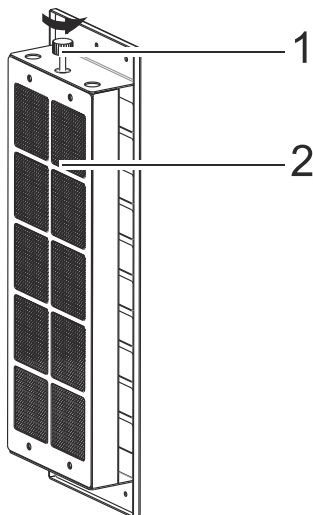

Fig. 7
2. ➔ Afmonter rammen fra kulfilteret ved at fjerne skruen som vist på (Fig. 7).